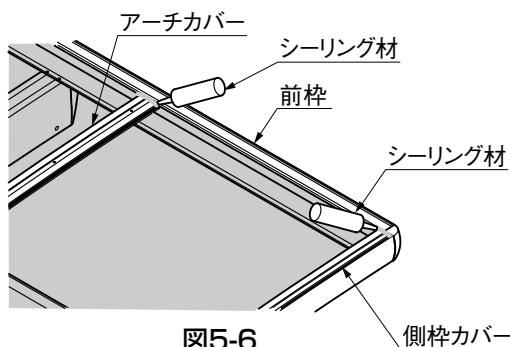

図5-6
- ② 前柵とアーチカバーの間と前柵と側柵カバーの間にシーリング材を充て込んでください。(図5-6参照)
- 指定の箇所にシーリングしてください。(図5-6参照)